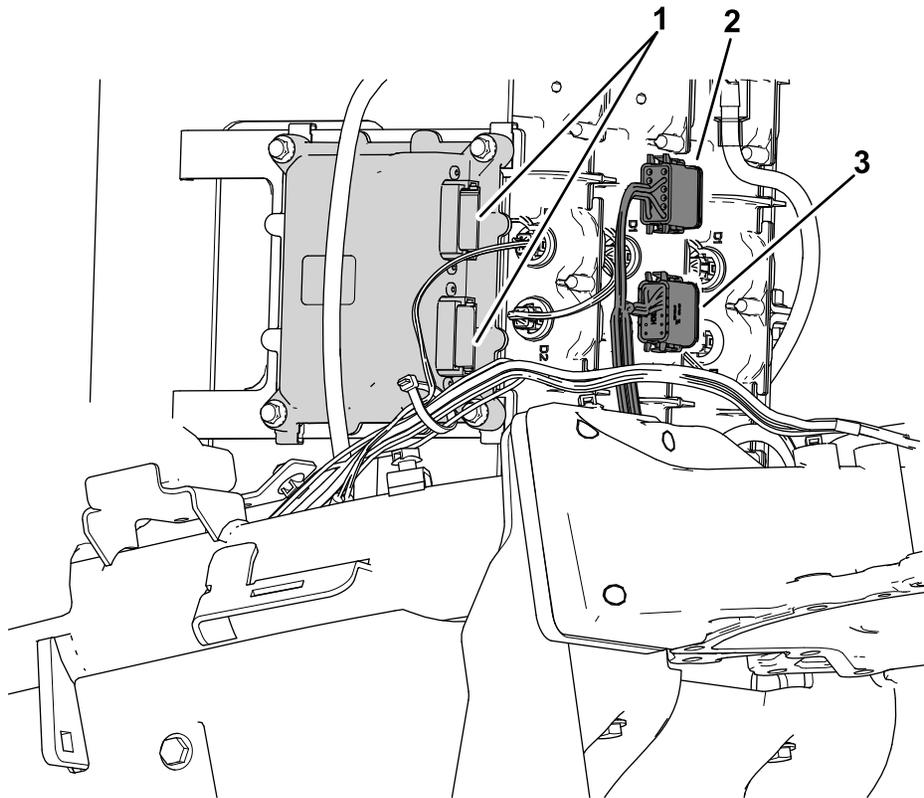

Bild 31
3. Befestigen Sie die vorhandenen Kabelbaumsteckverbinder der Maschine mit der Bezeichnung P02 und P03 am TEC-Steuergerät (Bild 31).